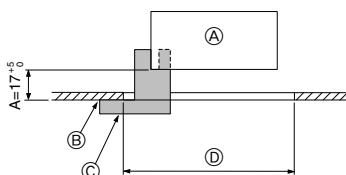

Fig. 5-2
①	Dimensões da grelha	1	950 x 950 (mm)
②	Parafuso com anilha fixa	4	M5 x 0,8 x 25
③	Manómetro	1	(Dividido em quatro partes)
④	Fecho	2
⑤	Parafuso	4	4 x 8
5.2. Preparar a fixação da grelha (Fig. 5-2)
- Utilizando o manómetro ③ fornecido com este kit, ajuste e verifique a posição da unidade em relação ao tecto. Se a unidade não estiver adequadamente posicionada em relação ao tecto, poderá permitir a existência de fugas de ar ou provocar a acumulação de condensação.